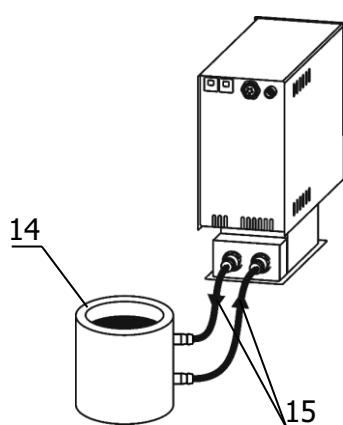

Рисунок 4 — Подключение внешнего потребителя
**2.2.6** Для подключения к термостату внешнего потребителя закрытого типа 14 (рисунок 4) использовать соединительные трубопроводы 15.